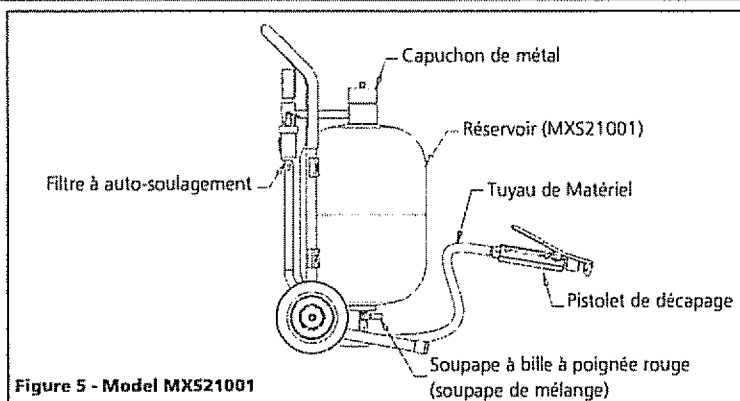

Figure 5 - Model MXS21001
1. Régler la soupape à bille à poignée bleue et les deux soupapes à bille à poignée rouge sur la position complètement fermée (voir figure 5, 6 et 7)